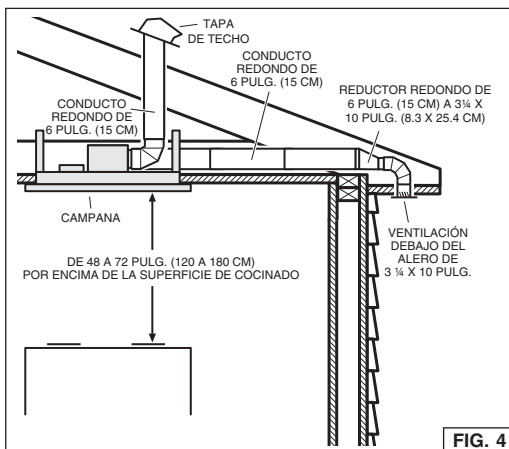

FIG. 4
1. Decida dónde instalará el conducto entre la campana y el exterior. Fig. 4.
La campana siempre debe centrarse arriba de la estufa. Asegúrese de tener el espacio adecuado en la estructura del techo para instalar la campana y los conductos. La campana debe montarse de 48 a 72 pulg. (120 a 180 cm) por arriba de la estufa para extraer mejor las impurezas al cocinar. Fig. 4.